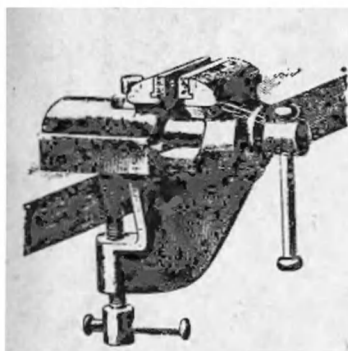
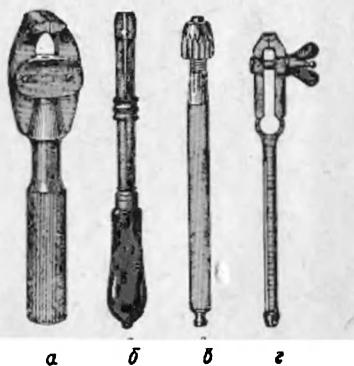

Рис. 2. Параллельные верстачные тиски
Рис. 3. Ручные тисочки:
**Тиски.** Наиболее подходящими для часовой работы являются показанные на рис. 2 параллельные верстачные тиски с вставными стальными губками шириной 60 мм. Для опилования небольших деталей и других работ следует иметь ручные тисочки (рис. 3) с зажимным кольцом, зажимной гайкой или с барашком.
Проволоку и другие круглые и мелкие детали опиляют в ручных тисочках (см. рис. 3) на деревянном бруске, крупные предметы — непосредственно в верстачных тисках. Чтобы не повредить гладкие боковые поверхности опиლიваемой детали, ее зажимают в тисках между двумя пластинками красной меди или между латунными губками (см. приложение 1 — 1,4).